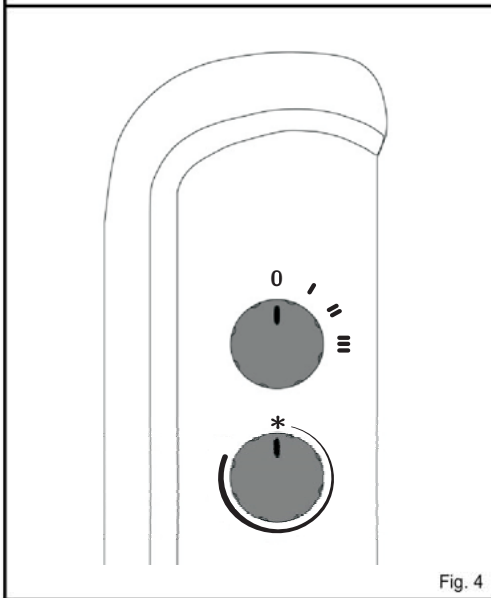

Fig. 4
1.- Seleccione la potencia mediante el mando selector de potencias y gire el mando del termostato en el sentido de las agujas del reloj hasta su posición máxima (**Fig.4**).
Para accionar este dispositivo basta con conectar el aparato a la red, colocar el selector de potencias en cualquiera de sus posiciones activas y el mando termostato en la posición \* (Fig.4).